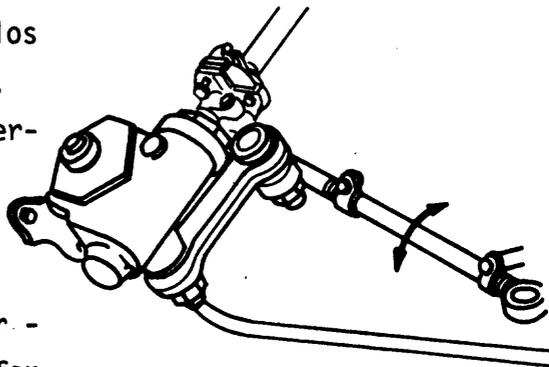

Fig. 7
- d Gire la barra de dirección para atornillarla o desatornillarla en el extremo de barra (fig. 7), hasta obtener la lectura indicada por el fabricante del vehículo.